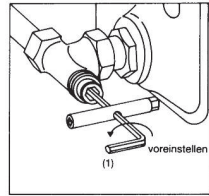

Bild 2
- 1.3 Nun Ventilkugel mit dem Sechskantschlüssel SW 4 (1) entsprechend den lt. Diagramm gewählten Umdrehungen durch Linksdrehen voreinstellen (Bild 2).
- 4.5 Mit Sechskantschlüssel SW 4 (1) den Ventilkugel durch Linksdrehen aufdrehen (Bild 2). Heizkörper entlüften.